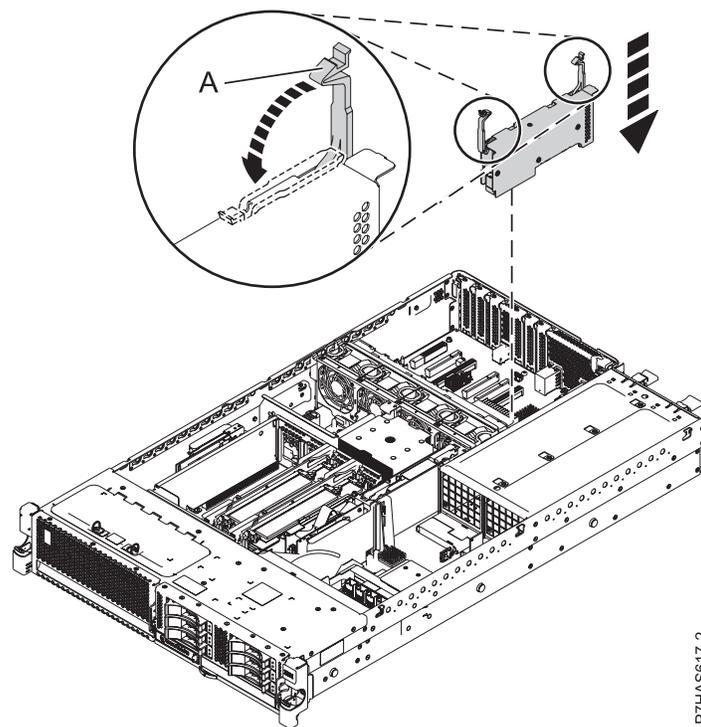

Figure 6. Installation de l'adaptateur GX à code dispositif EJ0H sur un système
1. Préparez l'installation du nouvel adaptateur en tirant sur les taquets de l'adaptateur (A) afin de les mettre en position ouverte (voir la figure 6).
2. Saisissez avec précaution le nouveau bloc adaptateur GX (code dispositif EJ0H, GX++ LP 1 port PCIe2 x8) par ses taquets en plastique (A) et alignez-le avec l'emplacement et son connecteur sur le fond de panier système.